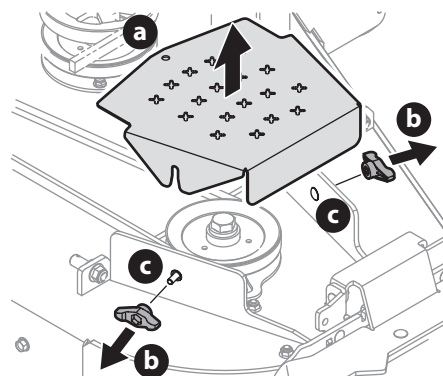

Fig. 61
- Pour retirer les couvercles de courroie (a), retirez les boutons à ailettes (b) des vis du chariot (c) qui les fixent au plateau de coupe (Fig. 61).
- L'écrou de vitesse doit maintenir la vis du chariot (c) et le boulon de fixation en place, si ce n'est pas le cas, réinstallez-les (Fig. 61).